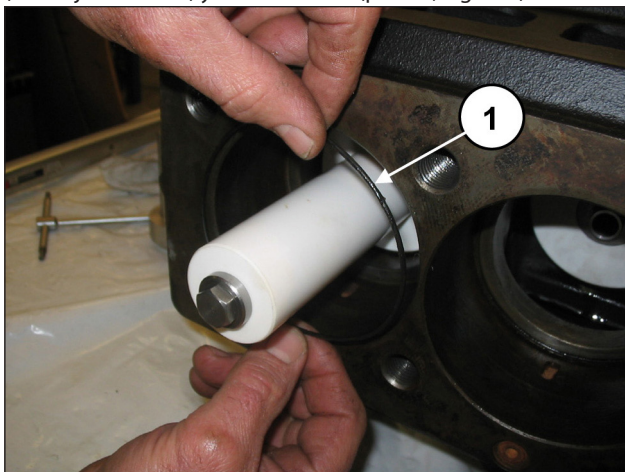
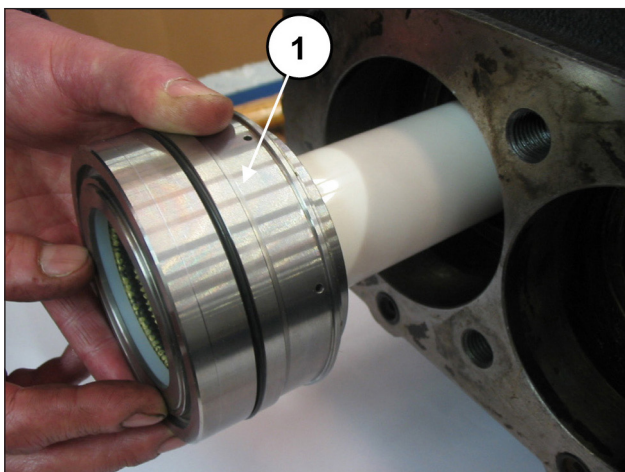

Fig. 179
Fig. 180
Introducir la junta tórica en el cárter de la bomba (pos. ①, Fig. 179) y, a continuación, el bloque camisa-soporte junta (con la junta tórica) ya ensamblado (pos. ①, Fig. 180).